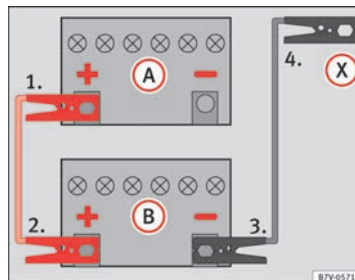

Fig. 219 Schema elettrico per i veicoli non dotati di sistema Start&Stop.
2. Collegare un'estremità del cavo di emergenza *rosso* al polo positivo (+) del veicolo con la batteria scarica (A) ⇒ fig. 219.
3. Collegare l'altra estremità del cavo di emergenza *rosso* al polo positivo (+) della batteria che fornisce la corrente (B).
4. **Nei veicoli privi d'impianto Start-Stop:** Collegare un'estremità del cavo di emergenza *nero* al polo negativo (-) della batteria che fornisce corrente (B) ⇒ fig. 219.